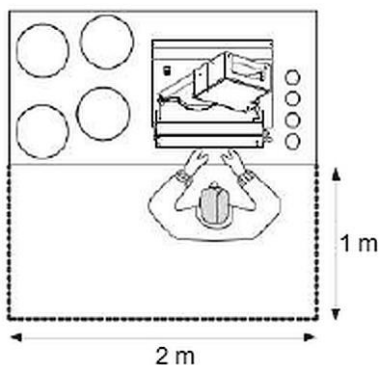

Рис. 5
- Осторожно установить прибор, действуя в соответствии с инструкциями на рис. 5, на котором указаны минимальные требуемые расстояния, позволяющие оператору или технику правильно выполнить каждую секвенцию работ и/или технического обслуживания.